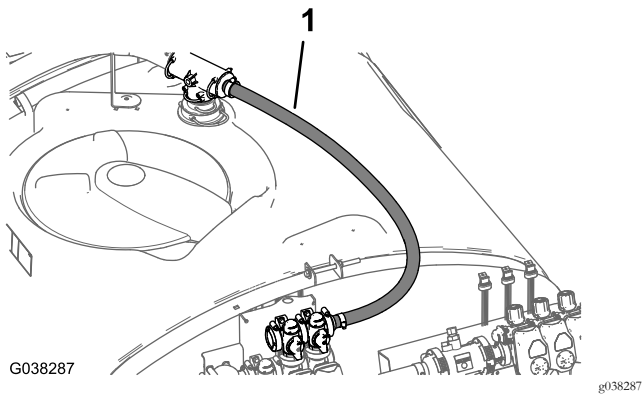

Figure 69
3. Acheminez le flexible de dérivation vers la vanne de dérivation située au-dessus de la vanne de pulvérisation générale, comme montré à la Figure 69.
5. Fixez le raccord cannelé droit à la vanne de dérivation (Figure 69) avec un collier bride (40 à 64 mm).